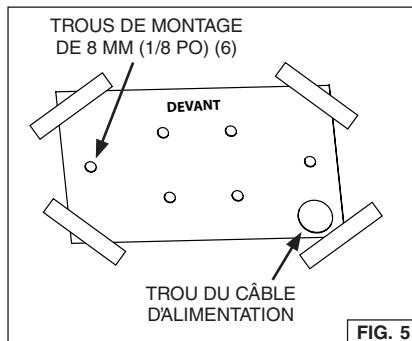

FIG. 5
2. Une fois le plafond fini, centrez le gabarit de montage au-dessus de la surface de cuisson, le mot « AVANT » tourné vers l'utilisateur. Fig. 5.
3. Marquez et percez six (6) trous de 3 mm (1/8 po) de diamètre dans le matériau du plafond et dans le cadre de support.